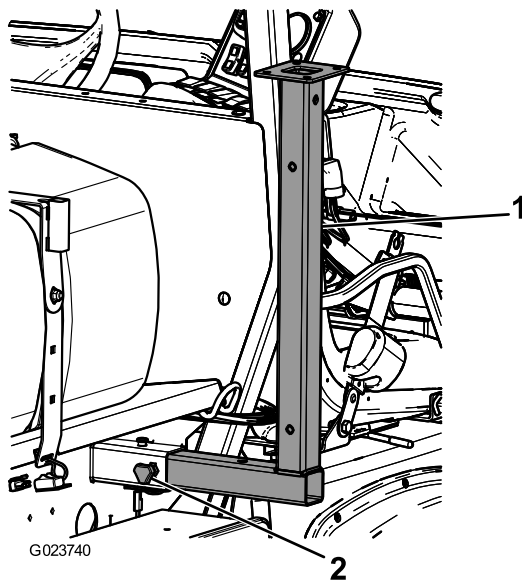

Bild 47
1. Setzen Sie die vorderen Stützböcke umgedreht in den Rahmen in der Nähe der vorderen Vergurtungsstellen ein (Bild 47).